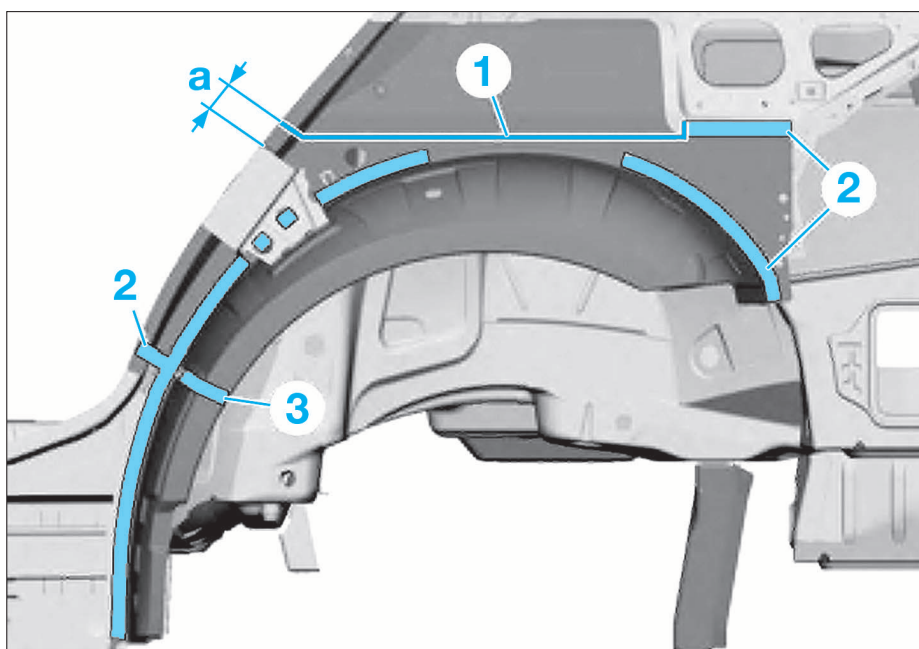
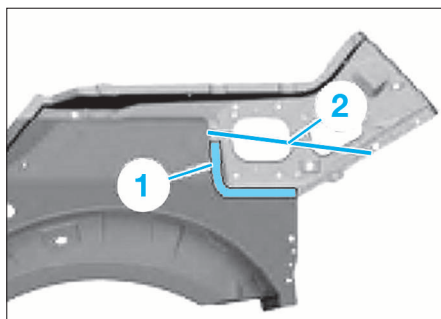

FIG. 31
FIG. 32
• Défaire les cordons de soudure dans les zones (2).
• Tracer la ligne de coupe (1) à la cote spécifiée puis effectuer la découpe (Fig.31).
• Préparation de la pièce neuve (Fig.32) :
- dégager les cordons de soudure dans la zone (1)
- découper grossièrement la pièce neuve en suivant la ligne (2).
• Appliquer de la colle pour vitre sur l'élément d'insonorisation des corps creux (3) (Fig.31).